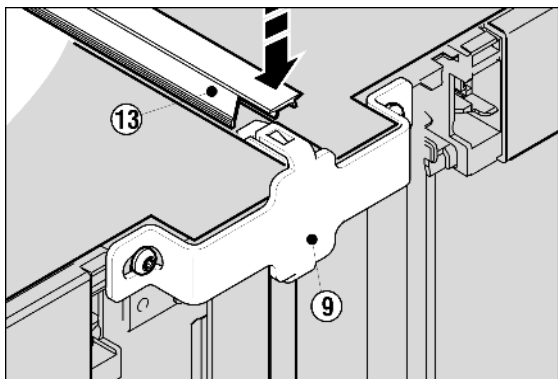

Fig. 8
- ▶ На верхней стороне вдавите в щель короткую планку *Fig. 8 (13)*. Обратите внимание, чтобы вырез планки был направлен к передней стороне устройства. Планка должна быть заподлицо с крышкой устройства на передней кромке.